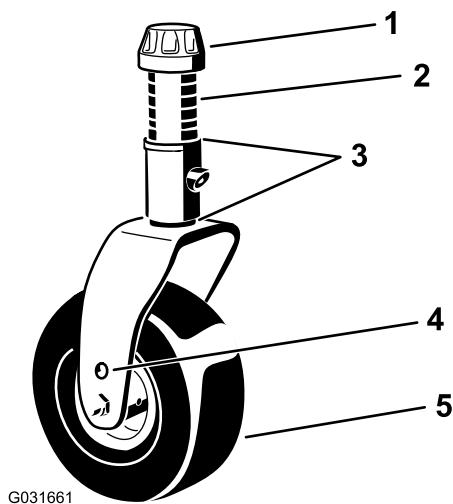

Bild 8
Stecken Sie die Laufradachsen in beiden Laufradgabeln in die gleichen Löcher. Ermitteln Sie die richtigen Löcher für die Einstellung mit Bild 8 und Bild 9.
1. Entfernen Sie die Spannkappe von der Spindelwelle (Bild 8) und ziehen die Spindel aus dem Laufradarm heraus. Ziehen Sie 2 Beilagscheiben so auf die Spindelwelle, wie sie ursprünglich montiert waren. Diese Beilagscheiben sind erforderlich, um alle Mähwerke über die Breite auf ein Niveau zu bringen.
2. Schieben Sie die entsprechende Anzahl der Distanzstücke auf die Spindelwelle, um die gewünschte Schnitthöhe zu erhalten (Bild 8).